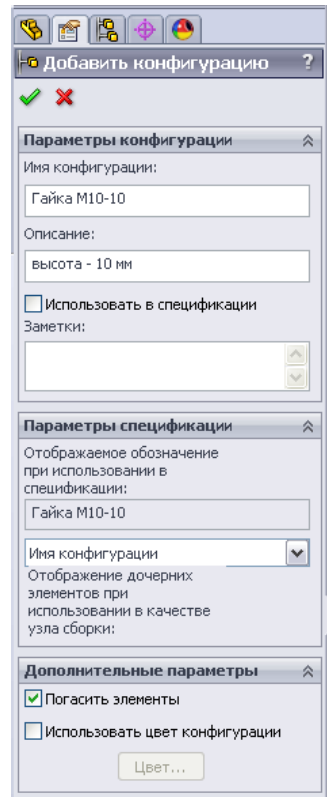

Рисунок 8.14 - Задаємо ім'я нової конфігурації
3. На екрані з'явиться діалогове вікно, де потрібно ввести у відповідних полях **«Имя конфигурации, Описание и Заметки»**. У розділі **«Параметры спецификации»** необхідно вибрати ім'я нової конфігурації, під яким вона буде позначатися в специфікації (рис. 8.14).